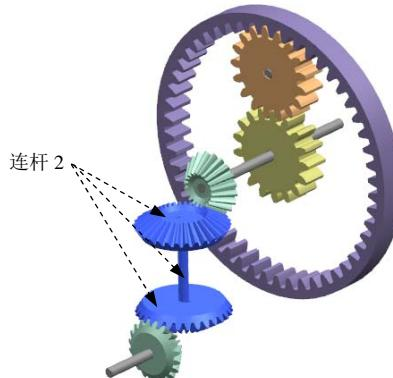

图 5.5.3 定义连杆 2
Step6. 定义连杆2。选取图5.5.3所示的轴2、大锥齿轮1和大锥齿轮2为连杆2；在**质量属性选项**下拉列表中选择**自动**选项；在**设置**区域中取消选中**固定连杆**复选框；在**名称**文本框中采用默认的连杆名称“L002”；单击**应用**按钮，完成连杆2的定义。